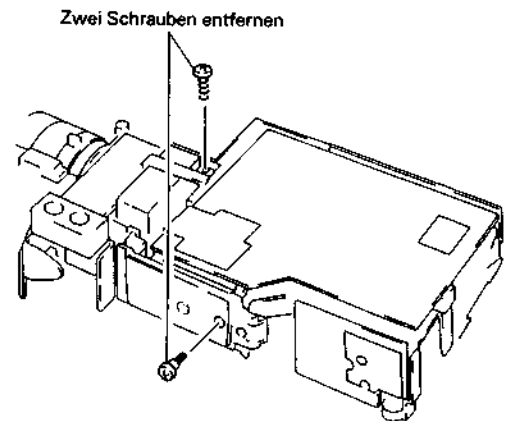

Abb. 2.56 Ausbau des Vorratsteller-Bandendensensors
3. Die zwei (2) Befestigungsschrauben des Kamera- und Videorekorder-Abschnittes lösen (siehe Abb. 2.56).